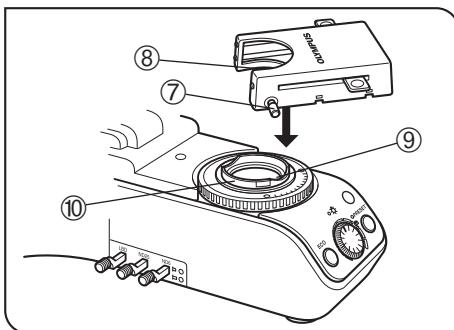
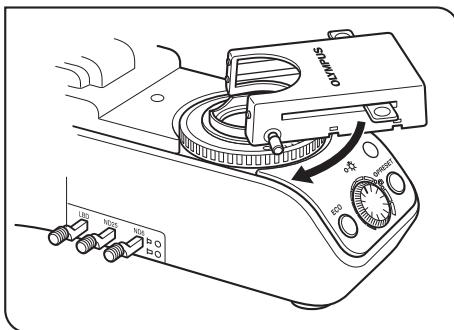

图 18
图 19
1. 完全松开滤色片盒固定螺丝⑦。（图18）
2. 将滤色片盒底表面的销子⑧与滤色片架上的定位槽⑨对齐，然后，把滤色片盒从上面压进位置。
3. 转动滤色片盒，将其边缘和机架对齐。（图19）
4. 将固定螺丝⑦和滤色片架上的定位孔⑩对齐，然后拧紧螺丝，固定好滤色片盒。